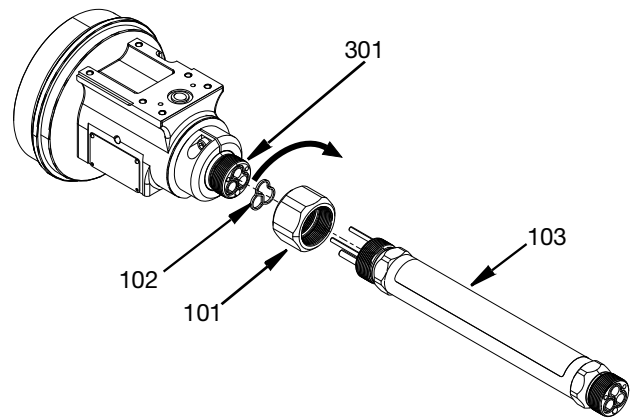

FIG. 28
1. Appliquez une fine couche de graisse au lithium sur le joint d'étanchéité de l'adaptateur (102) et installez-le dans l'extrémité du corps central (301).
2. Appliquez de l'antigrippant au lubrifiant sur les filetages du corps central (301) et de l'ensemble du tube long (503).
3. Posez l'écrou de blocage du tendeur (101) sur l'extrémité filetée du corps central (301), mais ne le vissez pas.
4. Alignez et insérez les goupilles à l'extrémité de l'ensemble du tube long (103) dans le corps central (301). Tournez l'écrou du tendeur dans le sens horaire comme montré, face au boîtier pivotant de sorte que les filets de l'ensemble du tube long (103) et du corps central s'engagent simultanément. Serrez l'écrou au couple de 101,69 N•m. Voir FIG. 28.